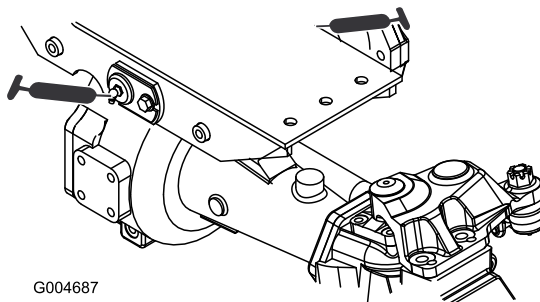

Figura 38
- Casquilhos articulados do eixo dianteiro e traseiro (2) (Figura 38)